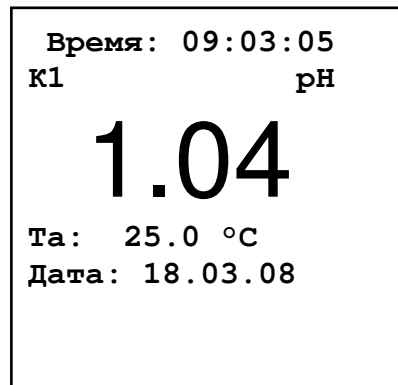

Рисунок 7.3 – Измерения по каналу 1
- «**1-й канал**» – задаётся отображение измеренных значений по 1-му каналу (смотри рисунок 7.3);